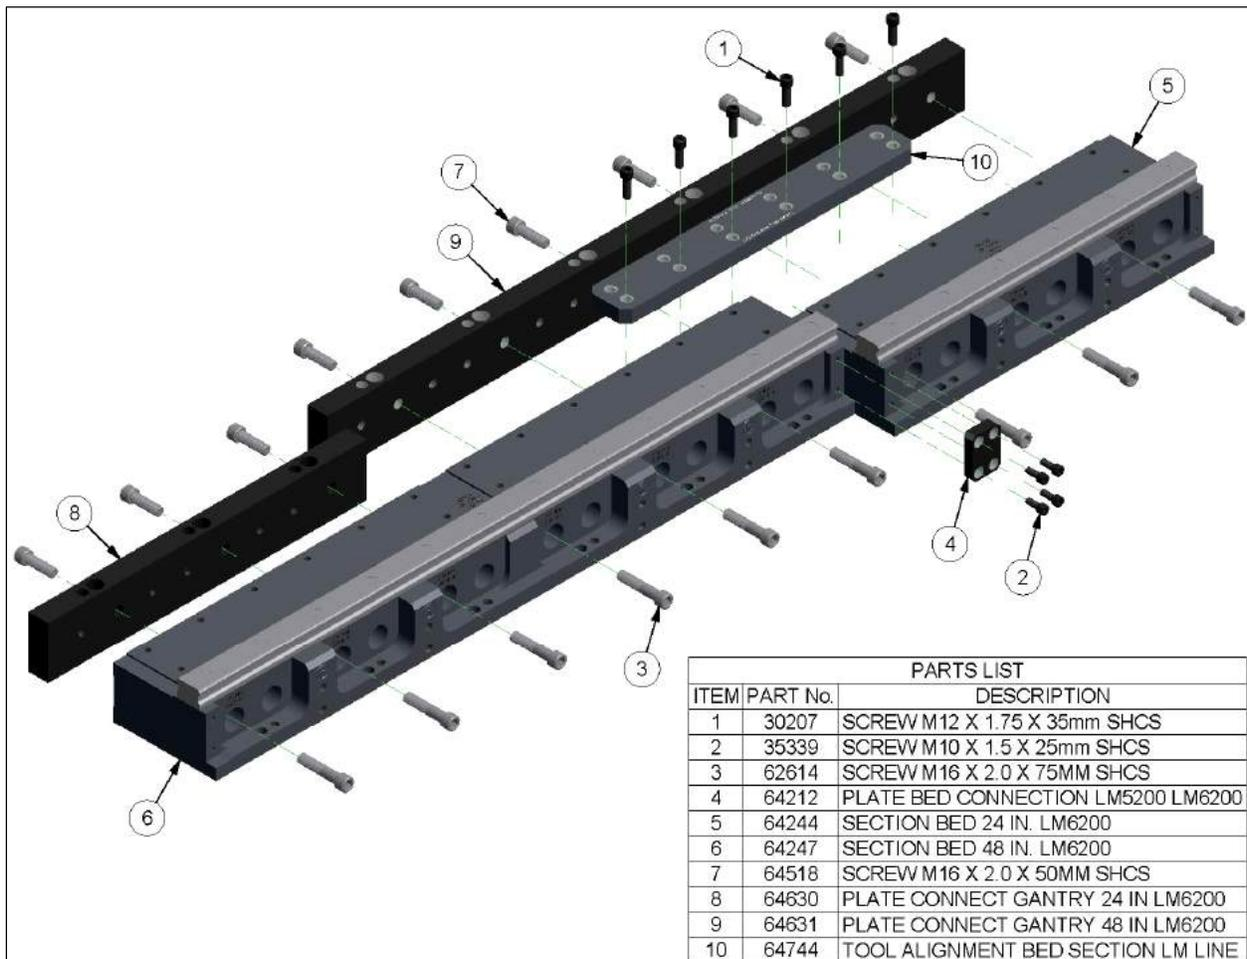

Abbildung 7
9. Positionieren Sie einen 48"-Ständerabschnitt, einen 24"-Ständerabschnitt, eine 24"-Gantry-Verbindungsplatte und eine 48"-Gantry-Verbindungsplatte wie in Abbildung 7 dargestellt.
13. Ein Ständerausrichtwerkzeug (Pos. 10) wie in Abbildung 7 gezeigt auf den Abschnitten positionieren und die Befestigungselemente mit 88 Nm (65 ft-lb) anziehen.
15. Eine Ständerverbindungsplatte (Pos. 4) wie in Abbildung 7 dargestellt montieren und die Befestigungselemente mit 54 Nm (40 ft-lbs) anziehen.